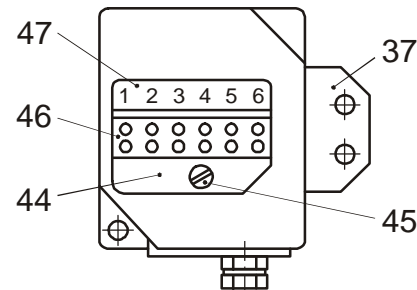

Bild 5
- 1.b Grundplatte (44) in Anschlusskasten-Unterteil (39) mit den Senkschrauben (45) einschrauben. 2-, 4- oder 6-polige Klemme (46) mit Zylinderschrauben (48) auf Grundplatte (44) montieren. Klemmenbezeichnung (47) auf Grundplatte (44) kleben. Die Lage der Klemmenbezeichnung nach Bild 5 ist zu beachten.
3. Haltebügel (37) mit Zylinderschrauben (49) an die Bremsenrückseite anschrauben.
4. Kabel der Bremsspule nachziehen, Sechskantmutter (42) anziehen.
6. Anschlusskasten schließen. Auf Dichtung (51) und Dichtscheiben (53) achten.